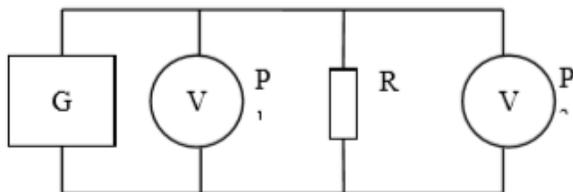

Рис. 3.1. Схема измерения напряжения цифровым вольтметром
3.8. Схема измерений, рисунок 3.1.
3.17. Соберите схему измерений рисунок 3.1.